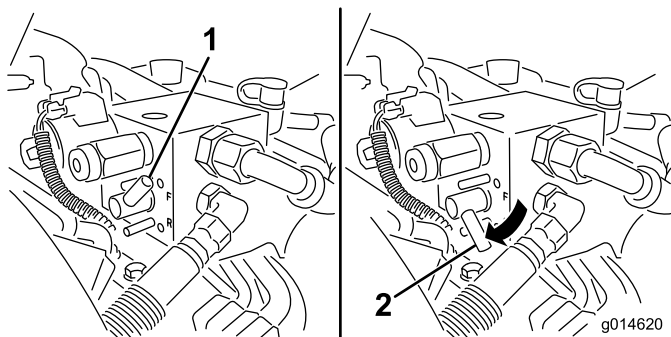

Figure 52
5. Tournez le levier de rodage à la position de rotation arrière (R) (Figure 52).